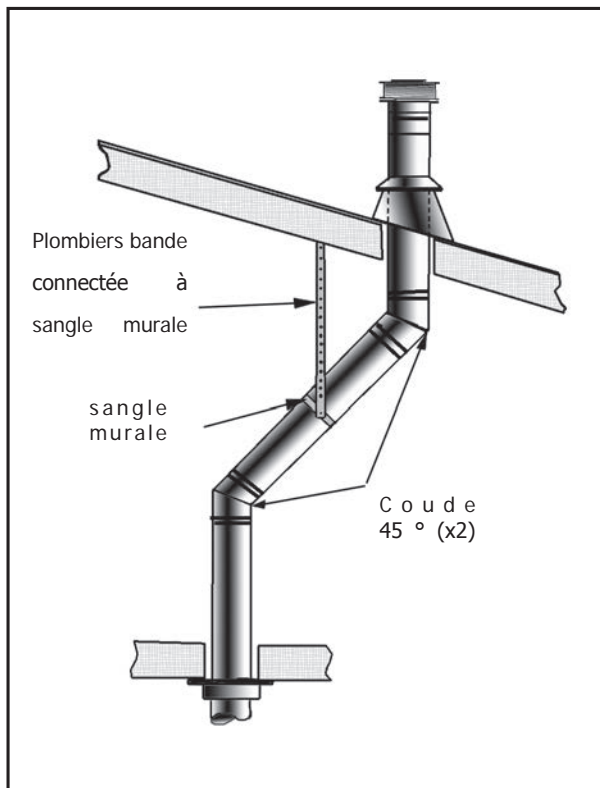
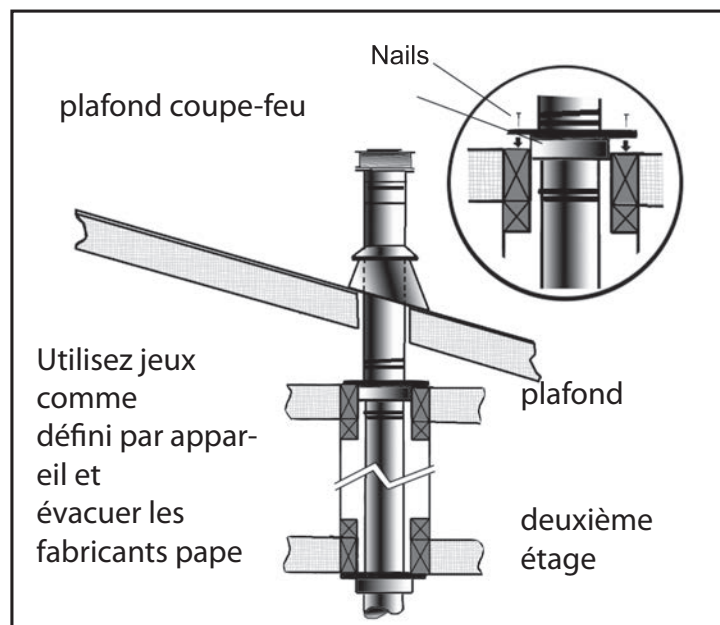

Figure 36: L'utilisation de ferrures de fixation murales.
Figure 37: Multi-Story Installation tuyau de ventilation.
- (1) Si un décalage est nécessaire dans le grenier pour éviter les obstacles, il est important de soutenir le tuyau de ventilation tous les 3 pieds (914 mm), pour éviter un stress excessif sur les coudes, et la séparation possible. Sangles muraux sont disponibles à cet effet (voir figure 36).
- (2) Chaque fois que possible, utilisez coudes à 45 ° degrés au lieu de coudes à 90 ° degrés. Le coude à 45 ° degrés offre moins de restriction à l'écoulement des gaz de combustion et l'air d'admission.
- (3) Pour les installations de plusieurs étages; un coupe-feu de plafond est requis au deuxième étage, et des étages suivants (voir Figure 37). L'ouverture doit être conçue de 10 "(254 mm) x 10" (254 mm) à l'intérieur des dimensions, de la même manière que celle représentée sur la Figure 28.